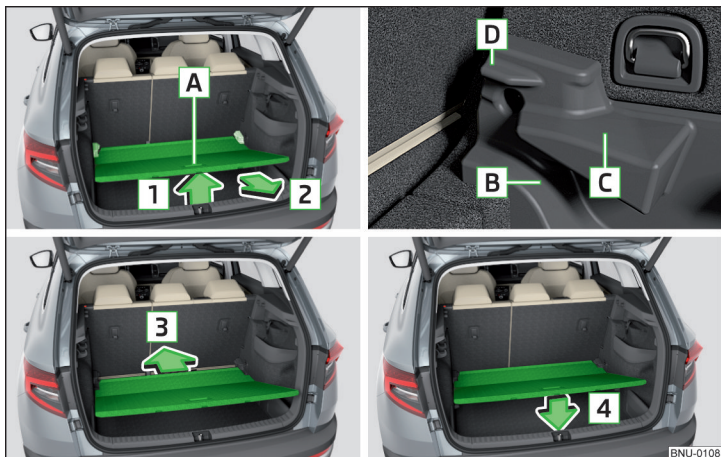

Fig. 150 Ajustar la moqueta variable
- ▶ Levantar el suelo de carga variable en el mango **A** en el sentido de la flecha **1** y desplazarlo en parte hacia el sentido de la flecha **2** » fig. 150.